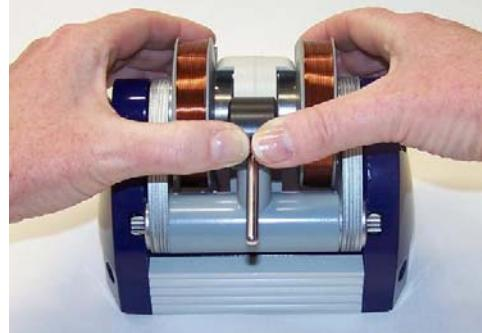

Fig. 7 Retirada da unidade magnética da unidade base
- Fixar o colo com o polegar e puxar com as mãos a unidade magnética para frente, até que o colo se encontre entre os imãs. Depois retirar a unidade completa da unidade base (ver Fig. 7).